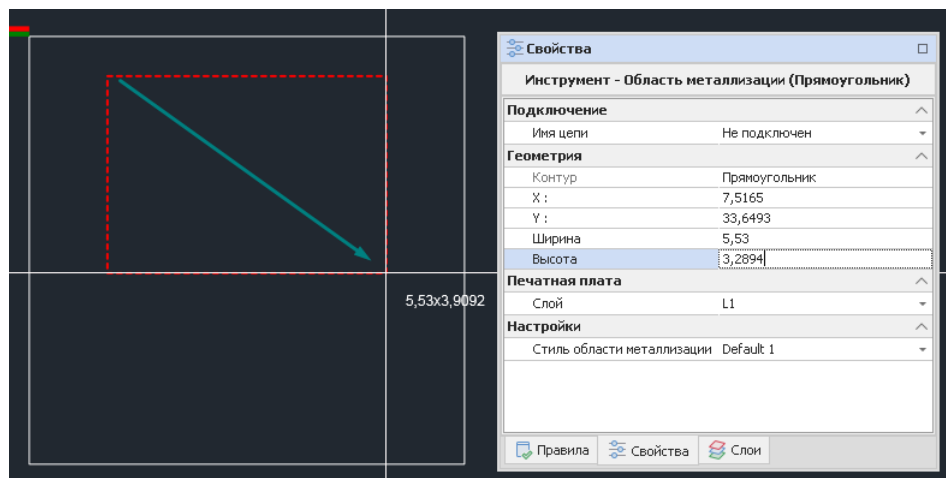

Рис. 381 Построение области металлизации с контуром прямоугольник и свойства инструмента
4. Удерживая нажатие левой кнопки мыши перевести курсор на другую точку печатной платы, которая так же будет принадлежать границе размещаемой области металлизации, и отпустить левую кнопку мыши, при этом между точками будут построены замкнутая фигура, см. Рис. 381.